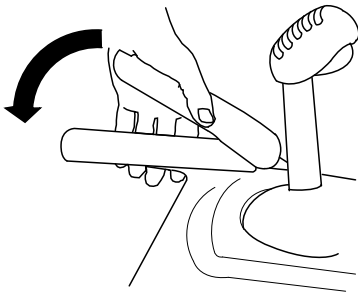

Figura 16
1. Pentru a cupla unitatea de traciune, apăsați maneta din stânga (maneta de traciune) către mâner (Figura 16).